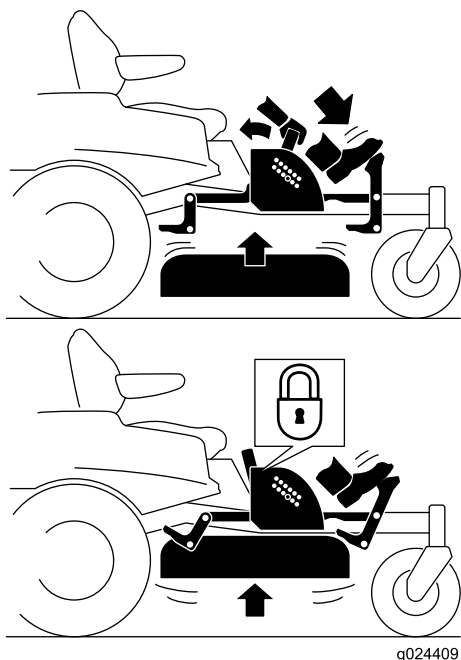

Рисунок 37
- Нажмите педаль подъема деки, чтобы поднять деку; продолжайте нажимать на педаль, пока дека не зафиксируется в транспортном положении (Рисунок 37).
- Нажмите педаль подъема деки ногой и потяните рукоятку транспортного фиксатора назад, чтобы выключить транспортный фиксатор (Рисунок 37).
4. Нажмите на педаль подъема деки ногой и потяните рукоятку назад, чтобы выключить транспортный фиксатор (Рисунок 37).